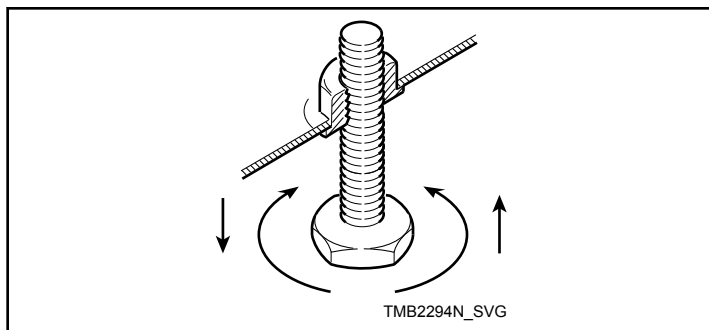

Figura 2
5. Ajuste os pés de nivelamento até a unidade estar nivelada ou não mais do que 3,18 mm [0,125 pol.] acima na parte dianteira. Consulte a *Figura 2*. O armário para equipamento não deve balançar.